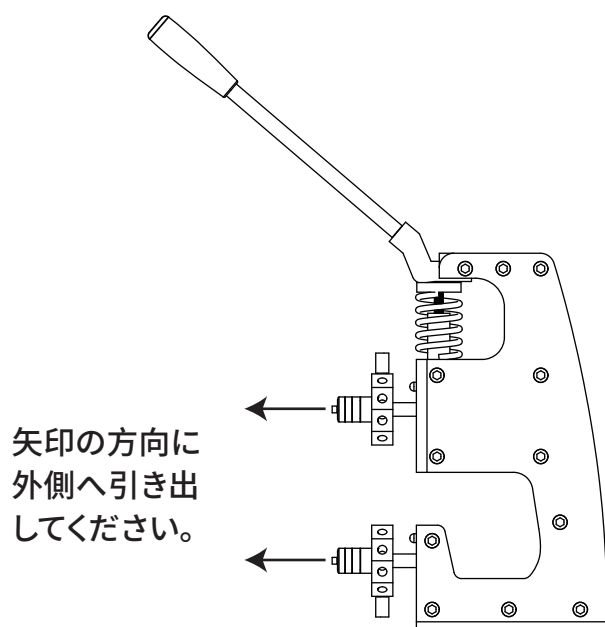

図5.1
- 5、図5.1のように、金型回転台を手前に引き出し、回転させます。